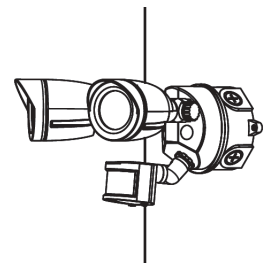

Fig. 6A
8. Turn on the luminaire (Fig. 6A).
8. Mettre sous tension le luminaire (Fig. 6A).